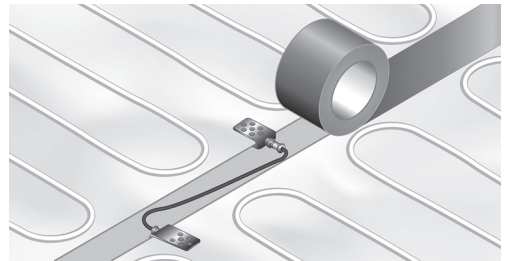

Abb. 9. Installation von Erdungsanschlüssen
9. Erdungsanschlüsse montieren (Abb. 9). Die Heizmatte umfasst eine Anzahl von Drähten mit einem Anschluss an jedem Ende. Diese